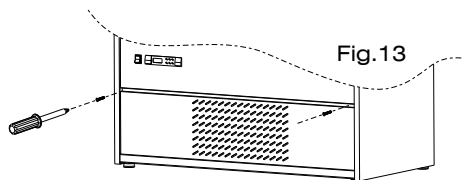

Fig.13
- Ouvrir la grille de protection frontale en dévissant les vis de fixation (voir Fig. 13)